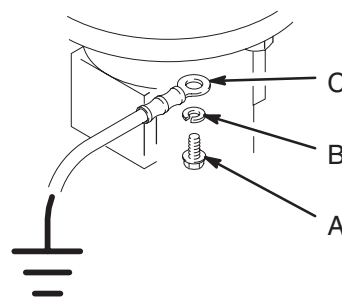

Fig. 2
Enlever la vis de terre (A) et la rondelle frein (B). Voir Fig. 2. Fixer la borne du fil de mise à la terre (C) à l'agitateur avec la vis et la rondelle frein. Brancher l'autre extrémité du câble de mise à la terre à une vraie prise de terre. Commander la réf. no. 222011, fil de terre et pince.